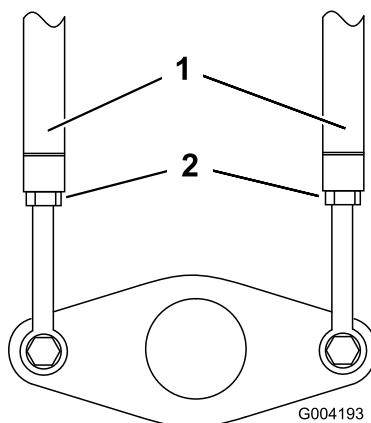

Figura 54
3. Afloje las contratuerzas de las varillas de tracción, debajo del panel de control (Figura 54).